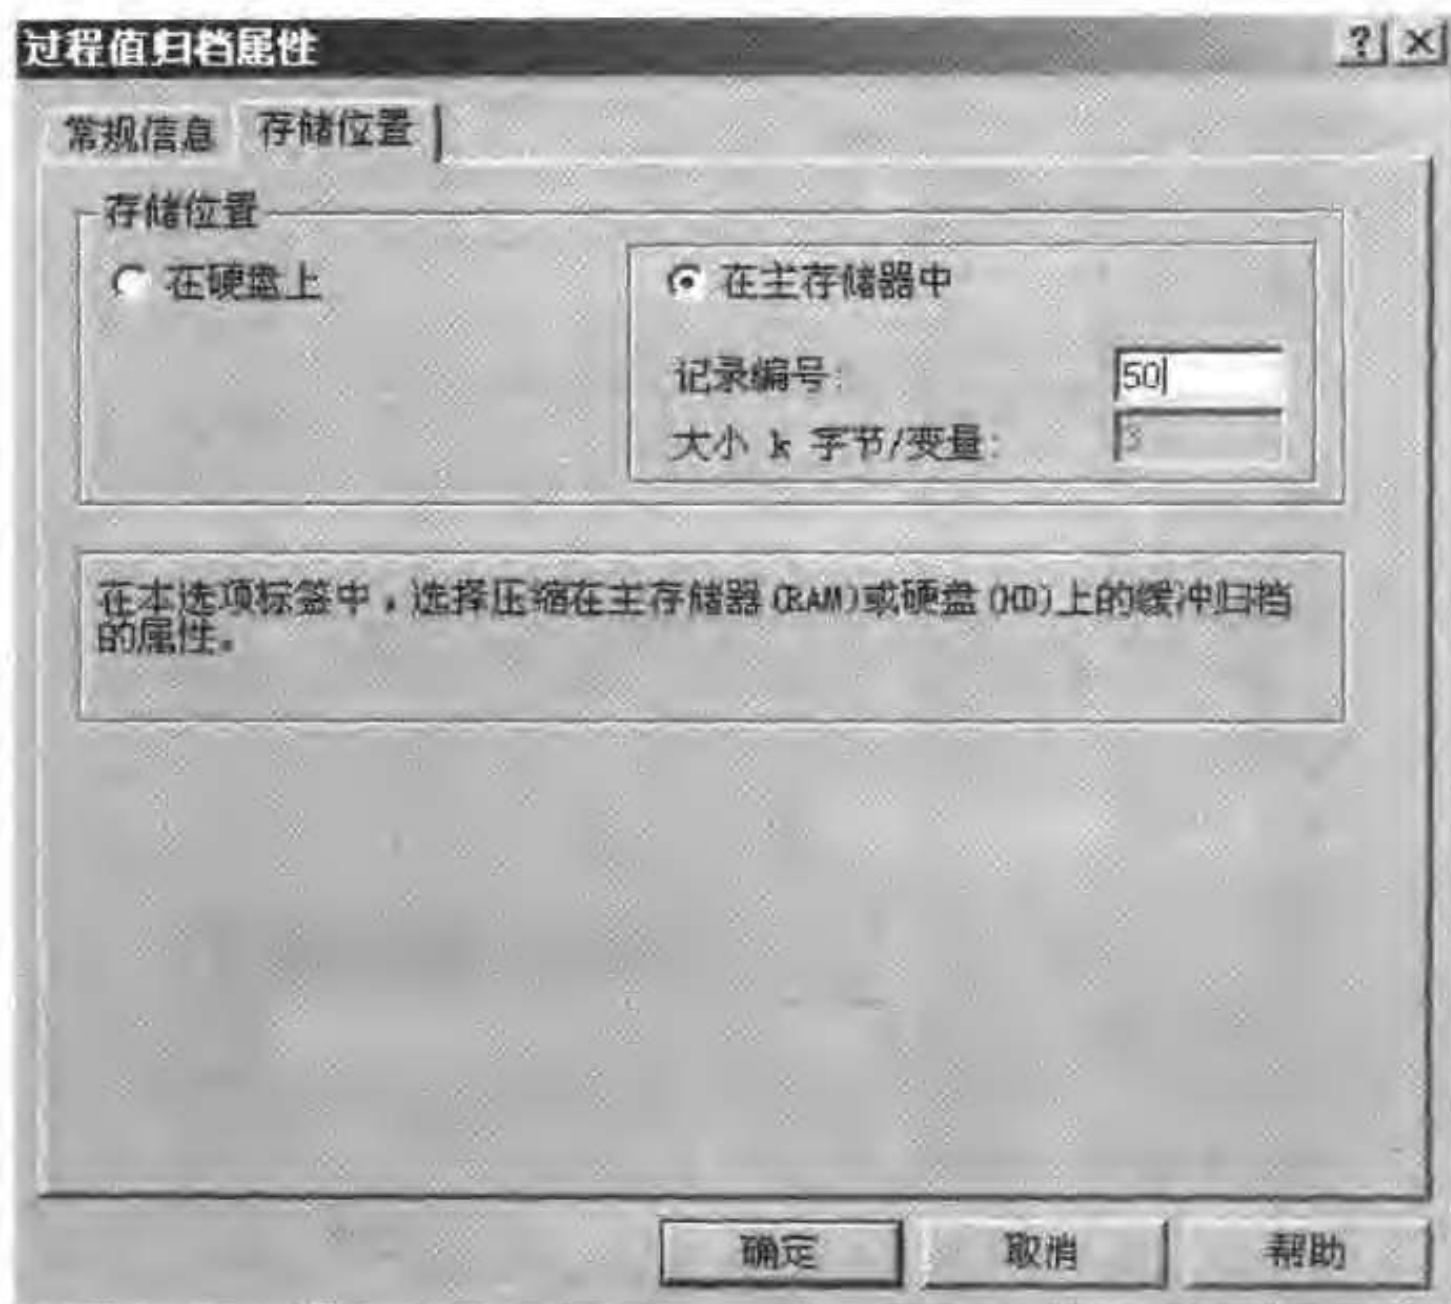

图 7-6 更改归档的存储位置
- 更改记录编号的值为“50”, 表示在内存中归档缓冲区的大小为 50, 如图 7-6 所示。